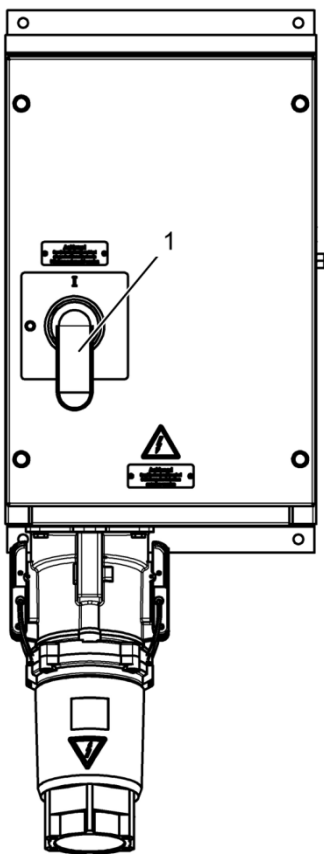

Abb. 65: Einschalten
2. Lastschalter in I-Stellung drehen (Abb. 65 /1).